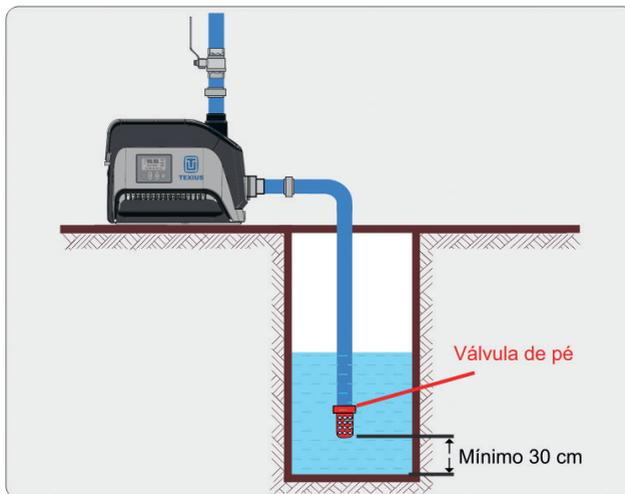

Figura 3
8.7 Quando o pressurizador for instalado acima do nível de captação, a tubulação de sucção deverá prever uma válvula de pé ou crivo (válvula de fundo de poço). A válvula de pé manterá o pressurizador escorvado, ou seja, manterá o pressurizador e a tubulação de sucção preenchida com o líquido quando o sistema for interrompido (ver figura 3).
8.8 A válvula de pé deve ficar, pelo menos, 30 cm acima do fundo, no centro do poço ou cisterna e deve-se garantir uma coluna de água suficiente para que não entre ar pela mesma. (ver figura 3).